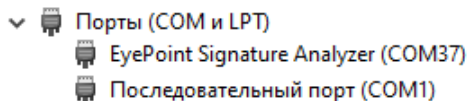

Рисунок 5. Отображение EyePoint u21 в диспетчере устройств
8. После установки драйвера в разделе устройств «Порты (COM и LPT)» должно появиться устройство EyePoint Signature Analyser (Рисунок 5).